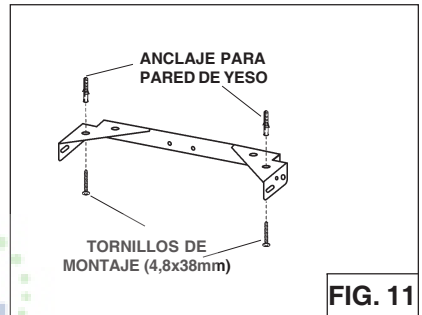

FIG. 11
3. Fije el conjunto del soporte en el cielo raso usando (2) tornillos de montaje de 4.8 x 38 mm y taquetes para placa de yeso (Fig.11). Asegúrese de que el soporte quede presionado sobre la esquina, pegado contra la pared y centrado sobre la campana.